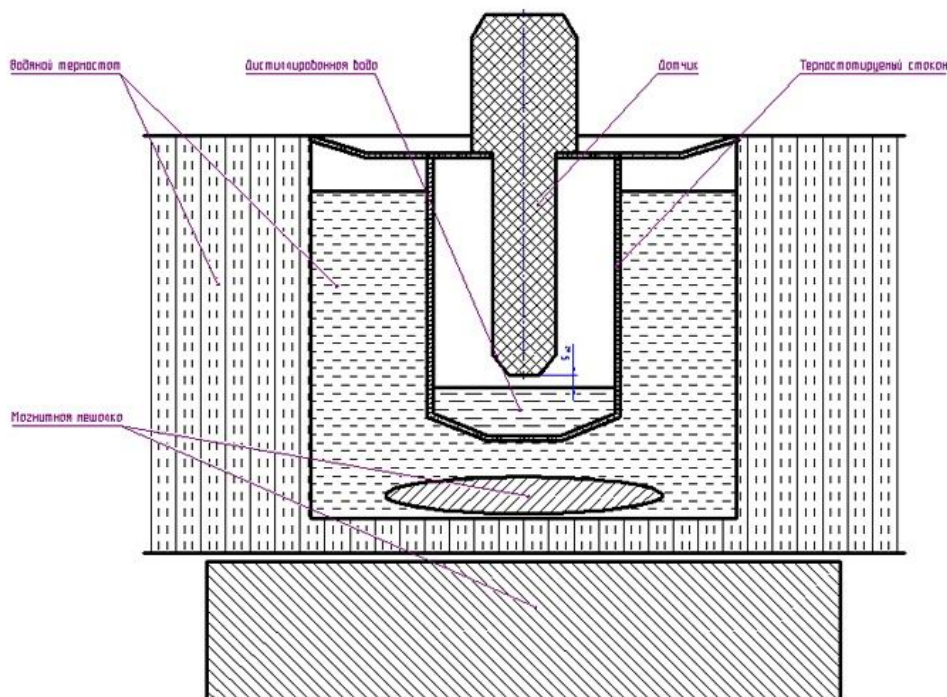

Рисунок 12 - Установка для калибровки кислородомера.
9. При возникновении сложностей при приготовлении воды, насыщенной кислородом, допускается калибровка датчика в термостатируемой градуировочной камере (термостатируемом стакане) по атмосферному воздуху, насыщенному парами воды. В крышке термостатируемого стакана имеется отверстие, соответствующее диаметру датчика. Датчик извлекается из гидроблока и тщательно промывается дистиллированной водой. Осторожно с помощью фильтровальной бумаги или ватного тампона с чувствительной поверхности датчика удаляются оставшиеся капли воды. В термостатируемый стакан наливается дистиллированная вода до уровня, при котором чувствительная поверхность помещенного в стакан датчика не касается поверхности воды, а находится от нее в (5 ± 2) мм. Градуировочная камера помещается в термостат (Рисунок 12). Включается термостат и магнитная мешалка. В термостате устанавливаем температуру $(20 \pm 0,2)$ °С.